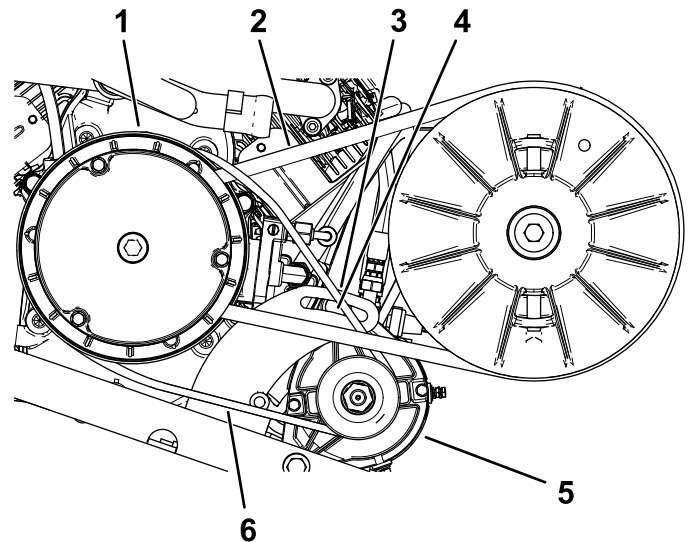

Figura 70
2. Afloje la tuerca del pivote del generador de arranque (Figura 70).
4. Aplique presión hacia abajo sobre la palanca para hacer girar el motor de arranque hacia abajo en la ranura, hasta que la tensión de la correa solo permita una desviación de 6 mm con 44 N·m de fuerza (Figura 70).
5. Apriete la tuerca del pivote a mano y retire la palanca (Figura 70).